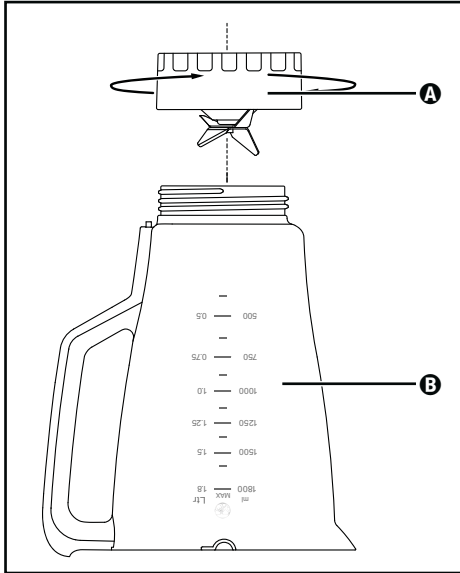

Fig. 3
- 2) Stil produktet på hovedet og drej påsatsen **A** imod urets retning, så den kan løsnes fra beholderen **B** (se fig. 3).